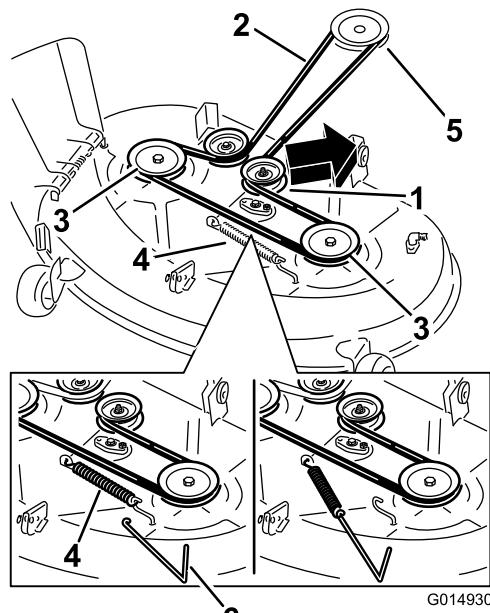

Bild 60
4. Entfernen Sie die Spannscheibenfeder mit einem Werkzeug zur Federentfernung (Toro Bestellnummer 92-5771) vom Mähwerkhaken, um die Spannung von der Spannscheibe zu nehmen, und rollen Sie den Riemen von den Spannscheiben (Bild 60).
5. Legen Sie den neuen Riemen um die Motor- und Mähwerkspannscheiben (Bild 60).
6. Setzen Sie die Spannscheibenfeder mit einem Werkzeug zur Federentfernung (Toro Bestellnummer 92-5771) auf den Mähwerkhaken, um die Spannscheibe und den Mähwerkriemen zu spannen (Bild 60).